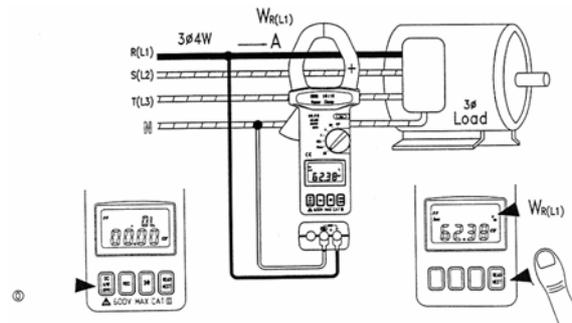

Рис. 10
8.2 Сначала замеряется W_R (или W_{L1}) (см. рис. 10).